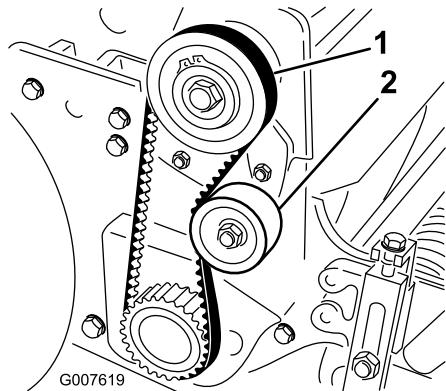

図35
- プーリ間の中央部で図35、18-22 N 2.3-2.7 kg程度の力でベルトを指で押して張りを点検する。ベルトのたわみが6mmあれば適正とする。
- アイドラプーリ固定ナットをゆるめ、プーリを右に倒してベルトの背に押しつけて、適当な張りを出す図35。